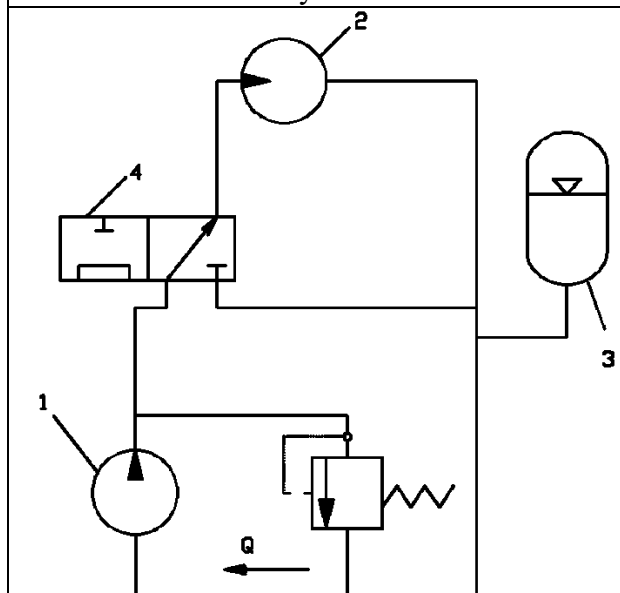

Рисунок 19
19. До распределителя (рис. 19) масло течет в трубе диаметром  $d = 10$  мм, а после распределителя - в трубе диаметром  $d_1 = 16$  мм. Расход составляет  $Q = 1$  л/с. Кинематическая вязкость масла  $\nu = 4 \cdot 10^{-5}$  м2/с. Определить режим движения жидкости.